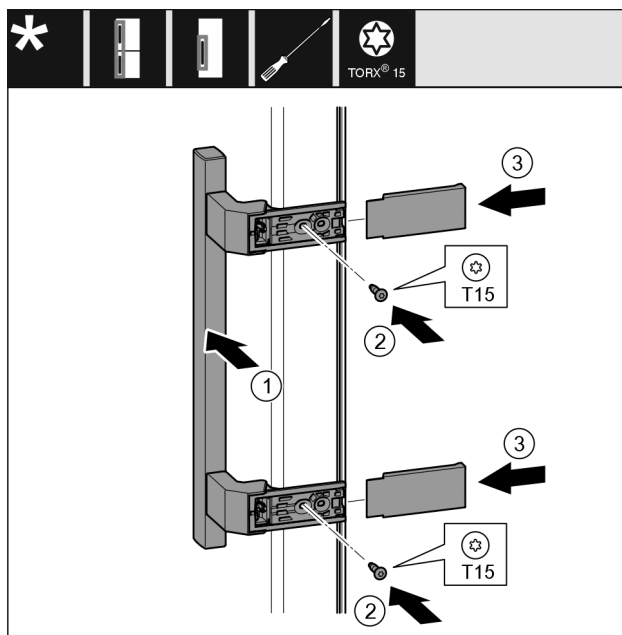

Fig. 20
- Поставете дръжката Fig. 20 (1) от другата страна.
- С отвертка затегнете винтовете Fig. 20 (2).
- Поставете отстрани капачите Fig. 20 (3) и ги нахлузете.